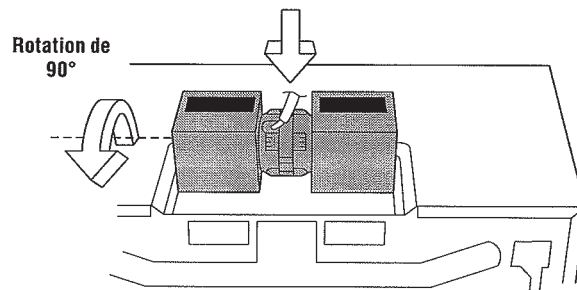

Figura 11
5. Coloque nuevamente la Cubierta del Ventilador deslizándola dentro de las ranuras en la misma dirección de la flecha indicada sobre la Cubierta del Ventilador. Asegúrese que las aspas del ventilador son visibles a través de las aberturas traseras del horno antes de proceder. Sujete la Cubierta del Ventilador a la unidad mediante los 3 tornillos que se retiraron en el Paso 1 anterior. Véase la Figura 11. La Unidad de Ventilador de la Campana Extractora ahora está girada para operación de escape horizontal.
3. Gire la Unidad de Ventilador de la Campana Extractora. Rote 90° la Unidad de Ventilador de la Campana Extractora de modo que las aberturas de aspas del ventilador queden dirigidas hacia arriba. Coloque nuevamente la Unidad de Ventilador de la Campana Extractora dentro del horno. Tenga cuidado de no pellizcar el cable conductor entre el soporte interior y la Unidad de Ventilador de la Campana Extractora. Véase la Figura 11.
4. Coloque el cable conductor dentro de la Caja de Alambres. Véase la Figura 11.